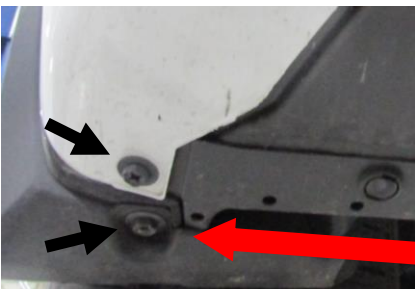

Figure 2.
- Retirer les bouchons de trou:** À l'aide d'un tournevis plat, retirez (1) bouchon de trou en bas du cadre côté conducteur et (3) bouchons de trou en bas du cadre côté passager. **Voir la figure 2.**